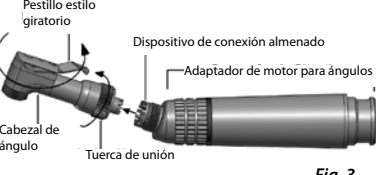

Fig. 3
Desmontaje de los cabezales de ángulo (Fig. 3)
2. Gire la tuerca de unión en la dirección indicada en la Fig. 3 para liberar el cabezal.